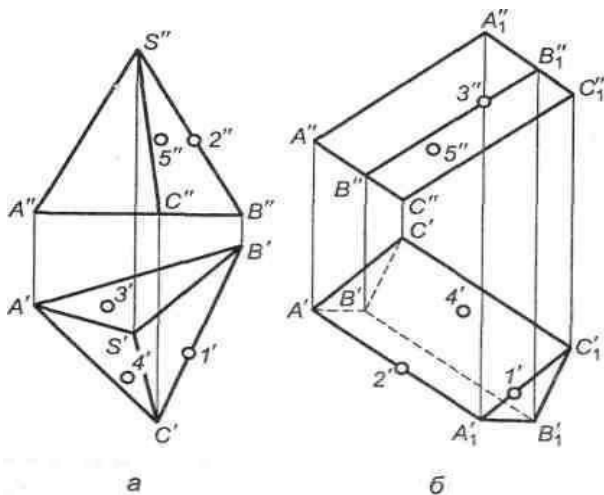

Рис. 19
1. Построить недостающие проекции точек, принадлежащих поверхностям многогранников, показанных на рис. 19, а, б, соблюдая условия видимости.